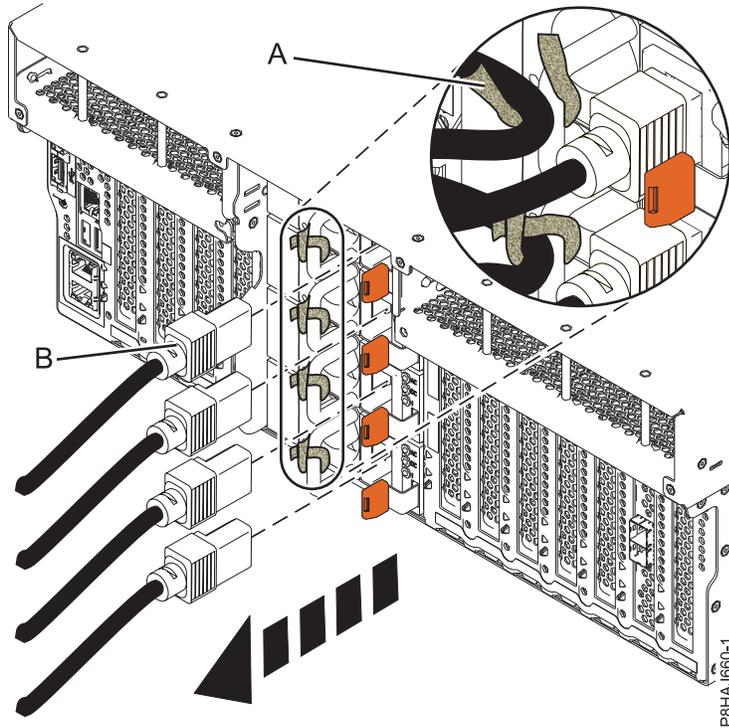
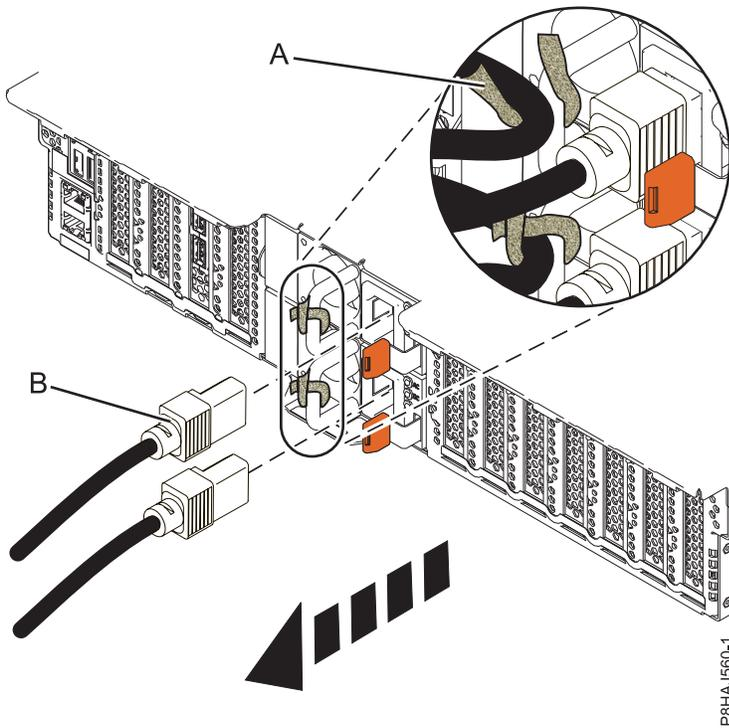
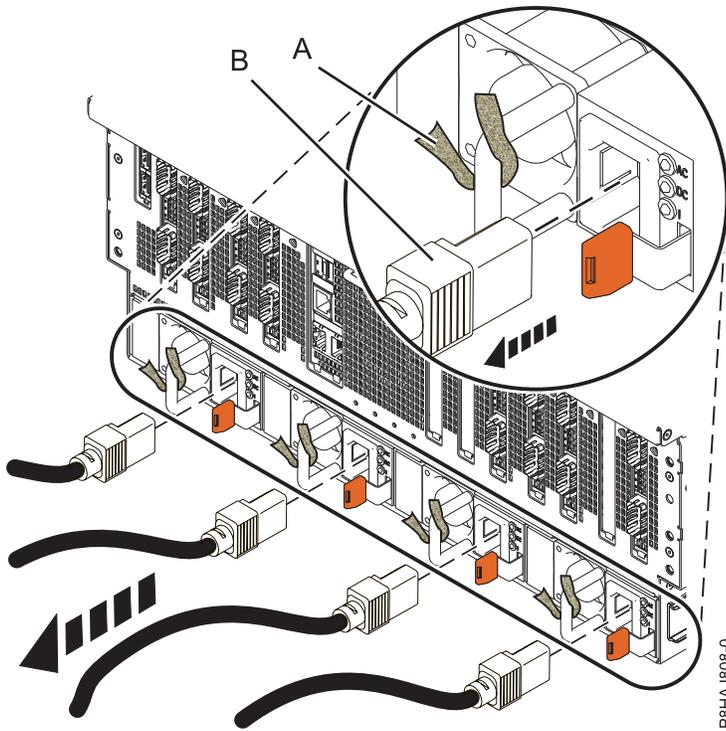

Figura 21. Extracción de los cables de alimentación de un sistema 8247-42L, 8286-41A o 8286-42A
Figura 22. Extracción de los cables de alimentación de un sistema 5148-21L, 5148-22L, 8247-21L, 8247-22L, 8284-21A o 8284-22A
Figura 23. Extracción de los cables de alimentación de un sistema 8408-44E o 8408-E8E
3. Desconecte los cables de alimentación **(B)** de la unidad del sistema. Consulte la Figura 21 en la página 41, la Figura 22 en la página 41 o la Figura 23 en la página 42 según el tipo de sistema.